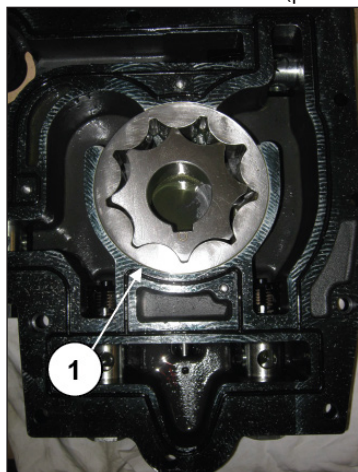

Fig. 151
Montar los rotores de la bomba de aceite (pos. ①, Fig. 151).